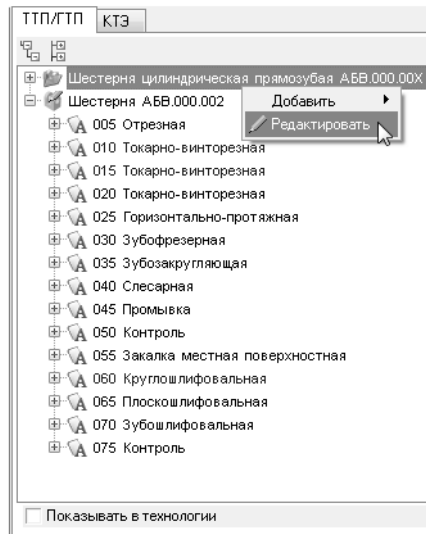

Рис. 13.12.
29. Установите курсор на наименовании корневого элемента в дереве ТТП/ГТП (в нашем случае это *Шестерня цилиндрическая прямозубая АВВ.000.00Х*) и выберите из контекстного меню (рис. 13.12) **Редактировать**.